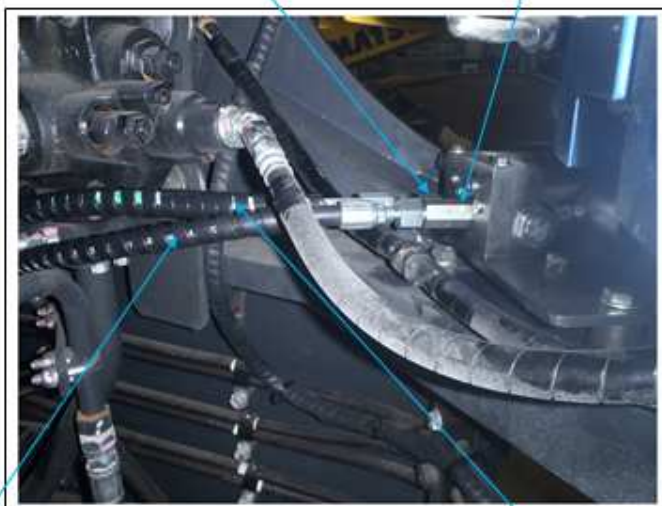

Fig. 9
- 4.10. Avant de brancher la ligne de pression " P " et le réservoir " T ", assurez-vous que la pression résiduelle dans le système hydraulique de la machine doit être enlevée préalablement avant de procéder au branchement des boyaux et des raccords pour éviter des accidents graves, voir Fig. 9 & 10